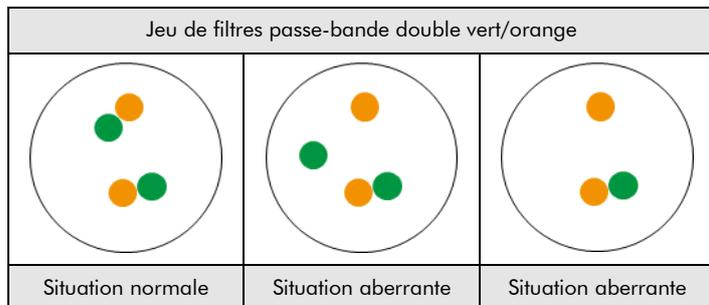

Fig. 2: Résultats attendus dans les noyaux en interphase normaux et présentant une aberration
**Situation normale :** Dans les interphases de cellules normales ou de cellules sans une translocation impliquant la région du gène NTRK2, deux signaux verts et deux signaux orange apparaissent (voir figure 2).
**Situation aberrante :** Une région du gène NTRK2 affectée par une translocation est indiquée par un signal vert séparé et un signal orange séparé (voir figure 2).